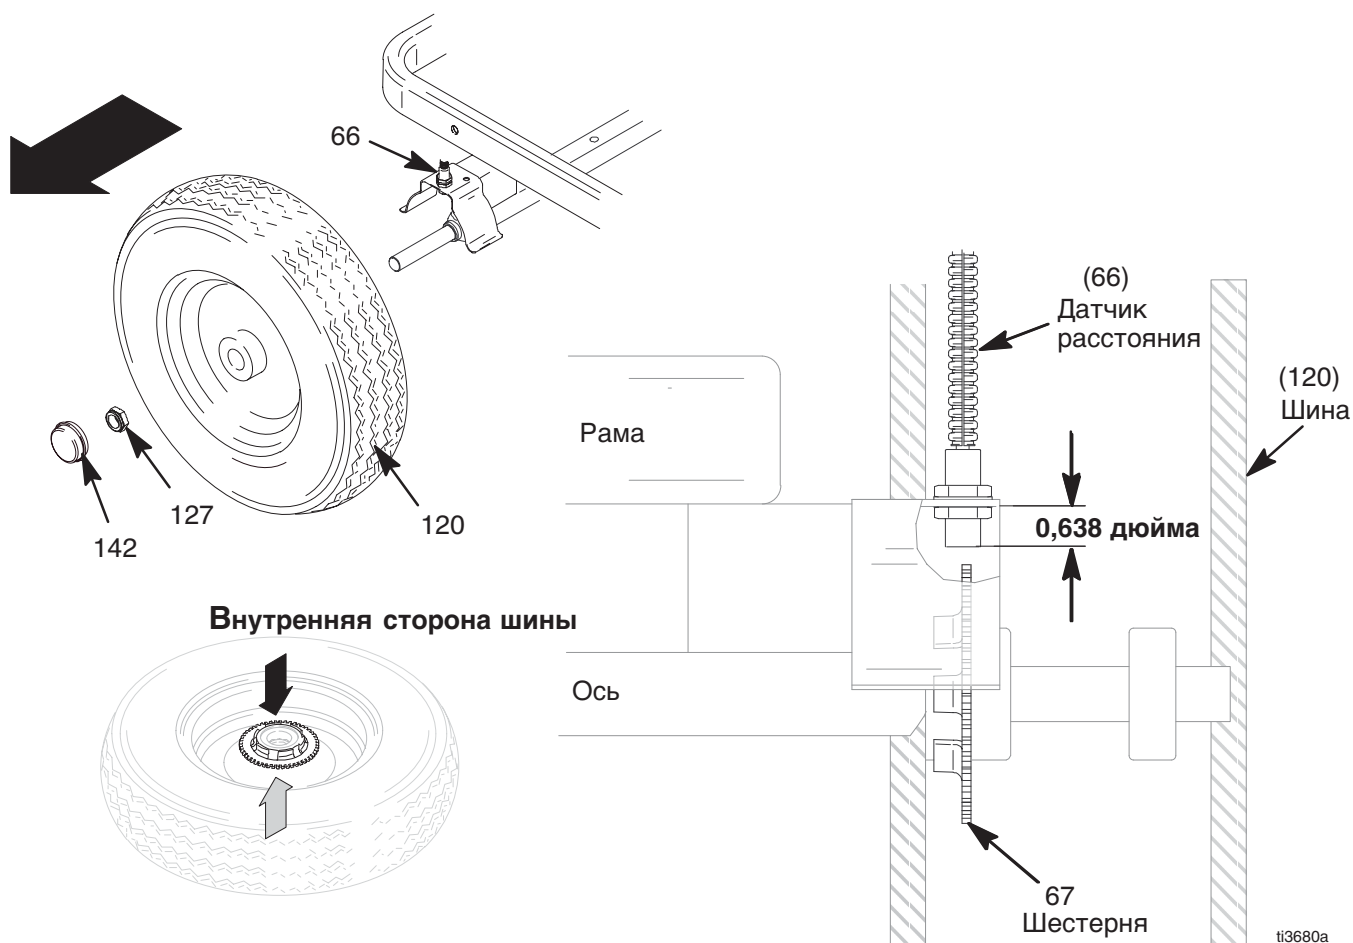

Рис. 3
2. См. Рис. 3. Снимите пылезащитный колпачок (142) с колеса. Удалите гайку (127).
3. Снимите колесо (82) с устройства LineLazer.
4. Совместите шестерню (67) с датчиком.
5. Установите колесо (120) на устройство LineLazer.
6. Установите гайку (127) и затяните ее, затем отвинтите на 1/4 оборота. Установите пылезащитный колпачок (142) на колесо.